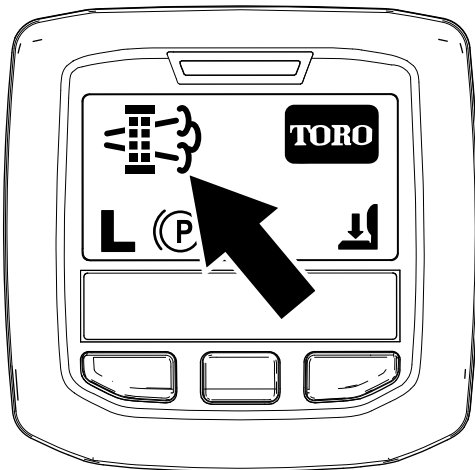

Figure 80
- Quand le calculateur moteur demande une régénération en stationnement ou une régénération d'urgence, l'icône de demande de régénération (Figure 80) s'affiche sur l'InfoCenter.